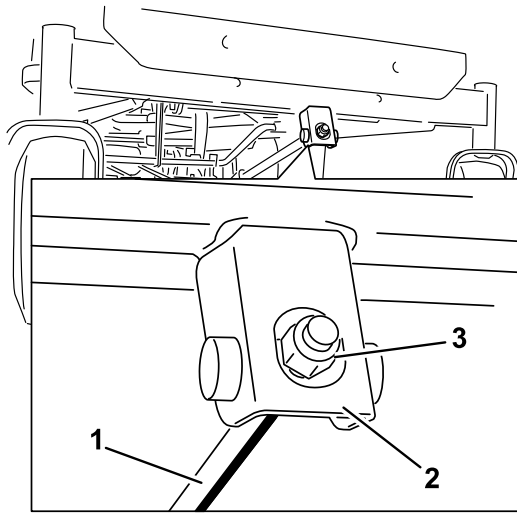

Figura 63
- A. Gire la tuerca de ajuste de la parte delantera del cortacésped (Figura 63).